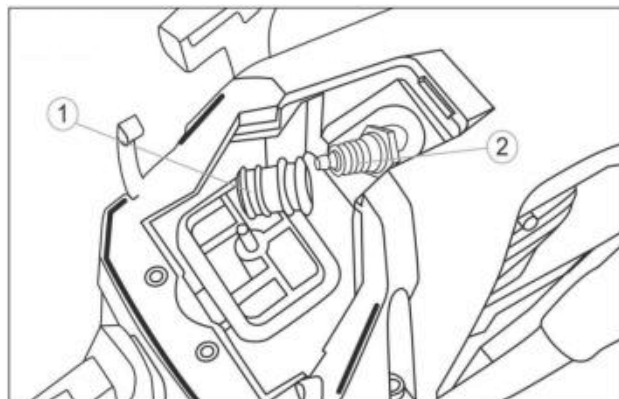

Fig. 26
3. Débranchez le câble haute tension de la bougie 1 (Fig. 26).